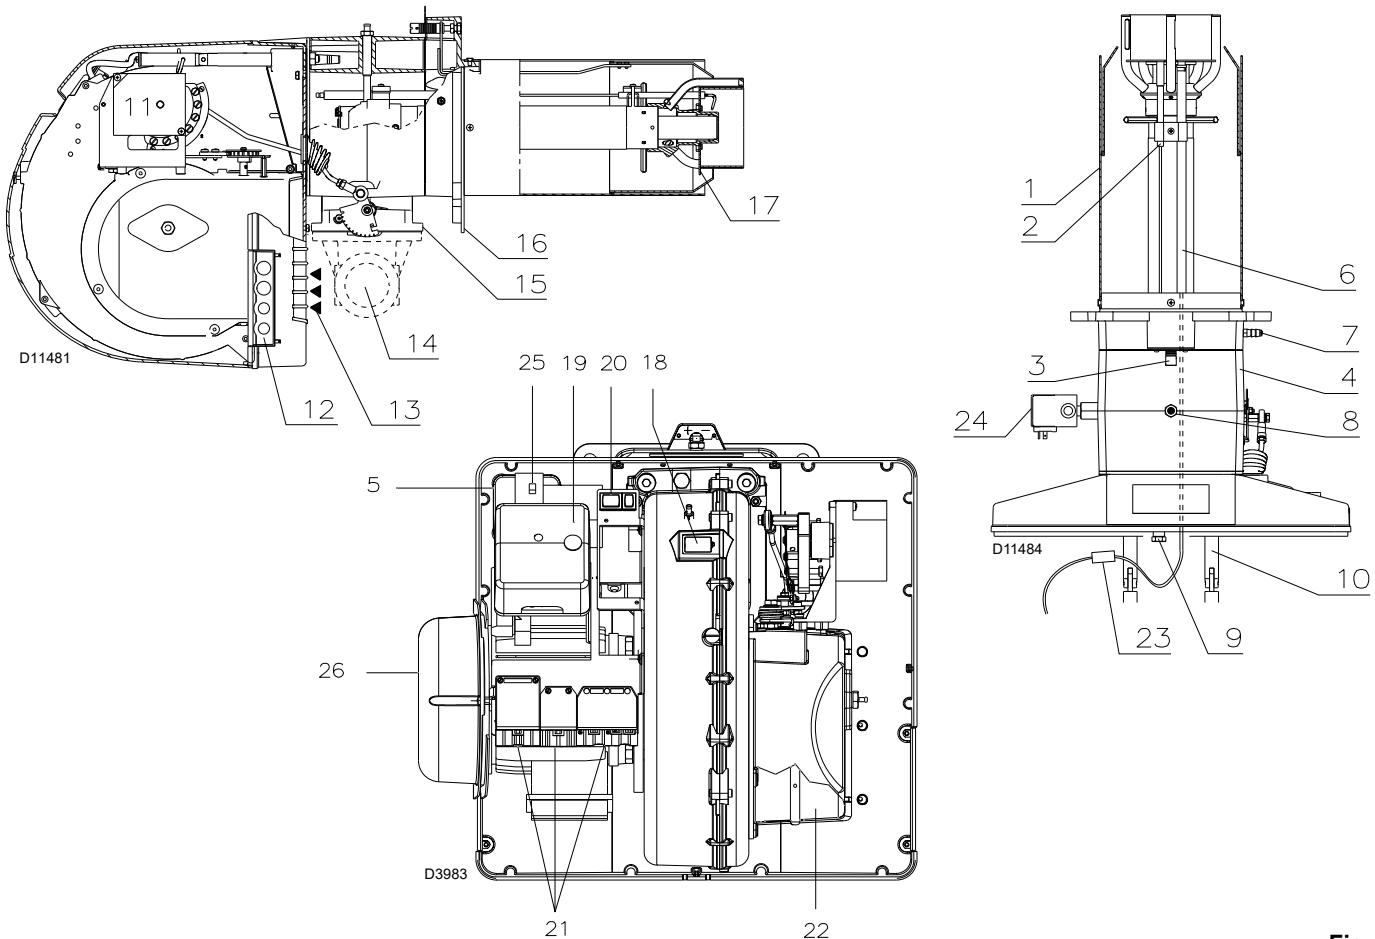

Fig. 5
(1) Conditions de référence: Température ambiante 20 °C - Température du gaz 15 °C - Pression barométrique 1013 mbar - Altitude 0 m s.n.m.
(2) Pression à la prise 5)(Fig. 5) avec pression zéro dans la chambre de combustion et à la puissance maximale du brûleur.
(3) Pression sonore mesurée dans le laboratoire de combustion du constructeur, avec le brûleur fonctionnant sur la chaudière d'essai, à la puissance maximale. La puissance sonore est mesurée grâce à la méthode en « champ libre », prévue par la norme EN 15036, et conformément à la précision de mesure « Précision : Catégorie 3 », comme décrit par norme EN ISO 3746.
| 15 Vanne papillon gaz | l'allumage du bouton du coffret de sécurité 19)(Fig. 5) signale que le brûleur s'est bloqué. |
| 18 Viseur de flamme | alimentation électrique triphasée, pour le débloquer appuyer sur le bouton-poussoir du relais thermique 25(Fig. 5). |